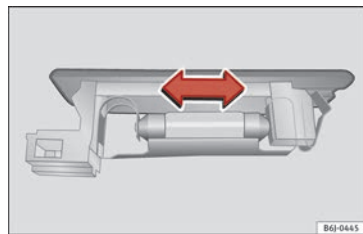

Fig. 123 Luz del maletero.
- Presione la lámpara lateralmente y extráigala del alojamiento »» **fig. 123.**